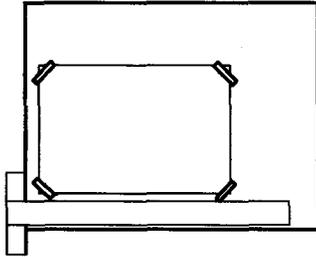

图 1-12 图纸的固定
- (1) 安放绘图桌或绘图板时，应使光线从图板的左前方射入。
- (2) 充分了解所画图样的内容和要求。
- (3) 准备必要的制图工具、仪器和用品。
- (4) 固定图纸：将图纸的正面向上贴于图板上，在对角线的相对位置用胶带纸固定，如图 1-12 所示。固定图纸时，尽可能靠近左下角，但要注意图纸底边与图板下边的距离略大于丁字尺尺身的宽度。